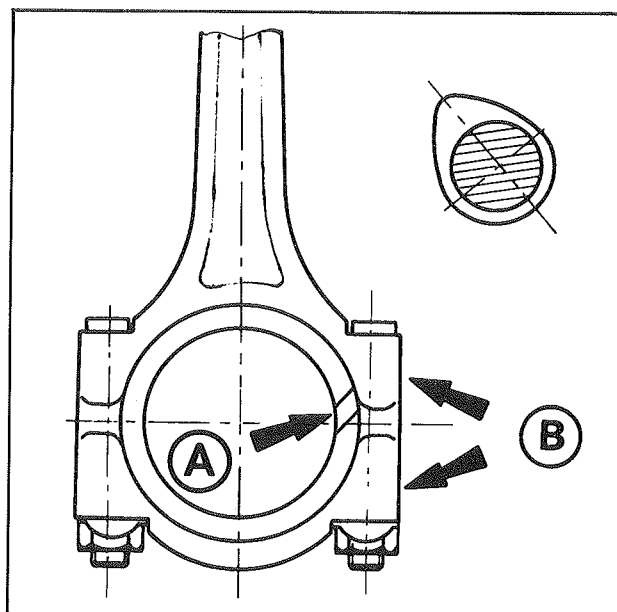

Fig. 13
Attention : les rainures de graissage sur les faces de bielle seront orientées vers l'arbre à cames (A) (fig. 13).
Le repérage des bielles doit se trouver alors côté arbre à cames (B) (fig. 13).